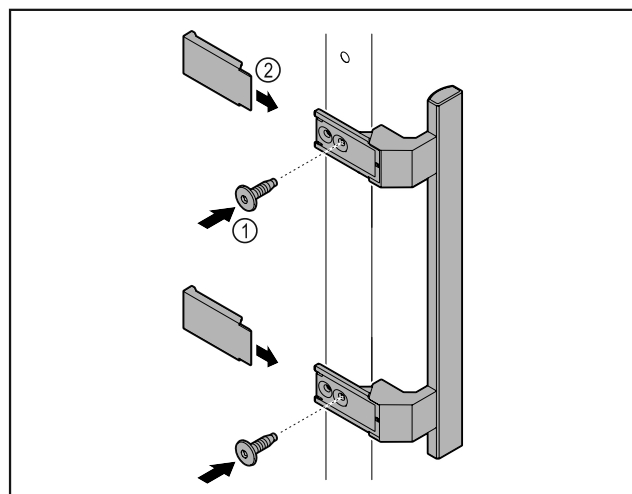

Fig. 2
- ▶ Upevnite držadlo z príslušenstva na dvere pomocou priložených skrutiek Fig. 2 (1).
- ▶ Nasadte kryt Fig. 2 (2).